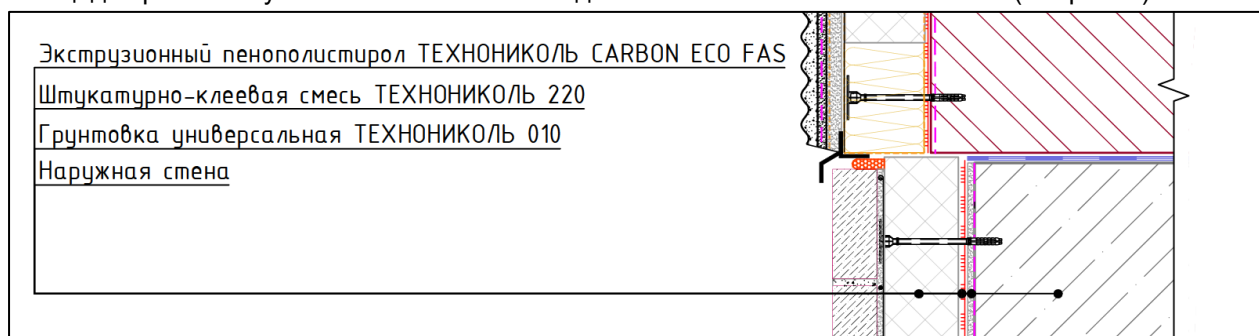

Рисунок 1 – Узел крепления верхней части экструзионного пенополистирола ТЕХНОНИКОЛЬ CARBON ECO FAS на основание
6. Клеевой слой из цементного раствора наносится сплошным или контурно-маячковым способом. Площадь приклейки утеплителя к основанию должна составлять не менее 65 % (см. рис. 1).